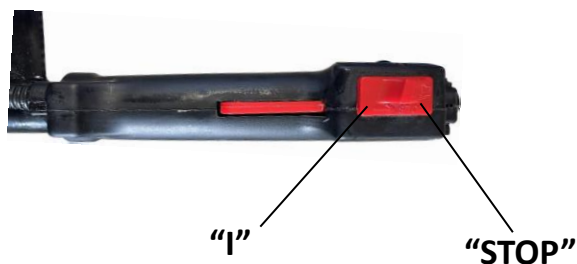

Fig. 4
L'interruttore di avviamento permette di avviare e spegnere il motore dell'apparecchio. Per garantire la dovuta sicurezza all'operatore, prima dell'uso della mototrivella assicurarsi che l'interruttore di avviamento avvii il motore della macchina quando è in posizione "I" e la spenga quando è in posizione "STOP". (Fig. 4).
1. Posizionare l'interruttore su 'STOP' (Fig. 4).